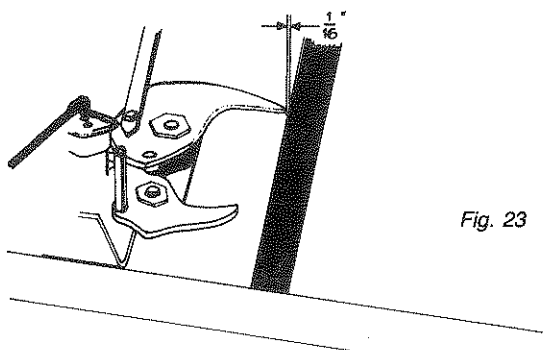

Fig. 23
3. Après le réglage des doigts, utiliser le contrôle manuel pour faire avancer le lieur jusqu'à ce que les doigts soient dans leur position de repos. S'assurer qu'il y a, au minimum, $\frac{1}{16}$ " (1,6 mm) entre le bout des doigts et le tranchant des rainures d'aiguilles, Fig. 23. Avant de relever cette mesure, pousser les doigts vers les rainures d'aiguilles et s'assurer qu'il n'y a pas de jeu dans le système.